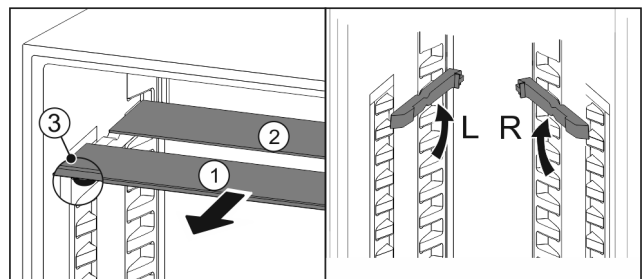

Fig. 125
- ▶ Посуньте Fig. 125 (1) скляну панель вперед.
- ▷ Скляна панель Fig. 125 (1) з декоративною планкою лежить спереду.
- ▷ Стопори Fig. 125 (3) показують вниз.